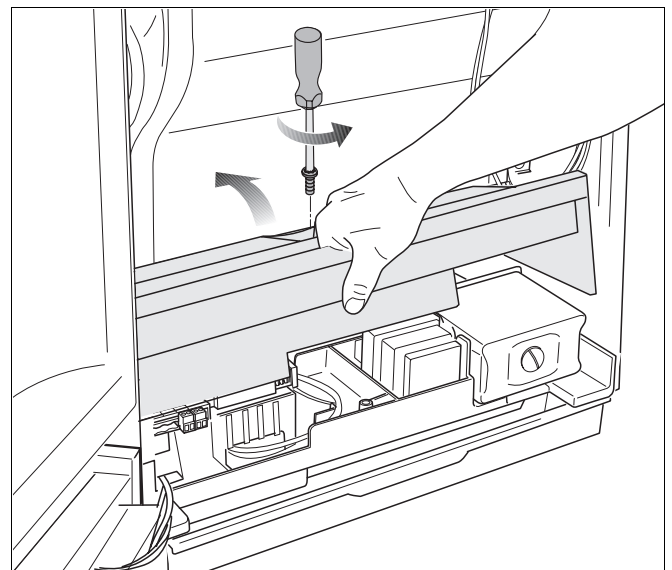

fig. 8 Afdekkap verwijderen
- Demonteer de schroef en draai de afdekkap naar boven (fig. 8).